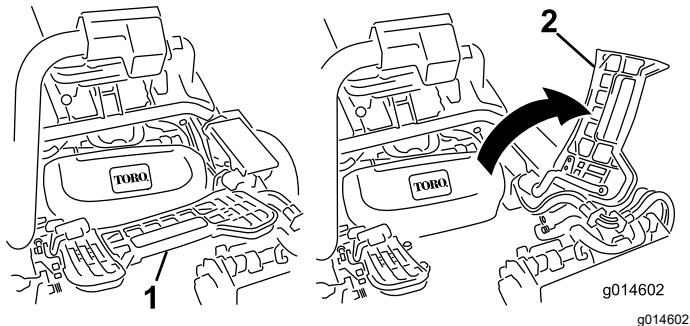

Figura 63
- Levante el reposapiés y gírelo hacia arriba, para tener acceso a la posición de la unidad de corte central (Figura 63).